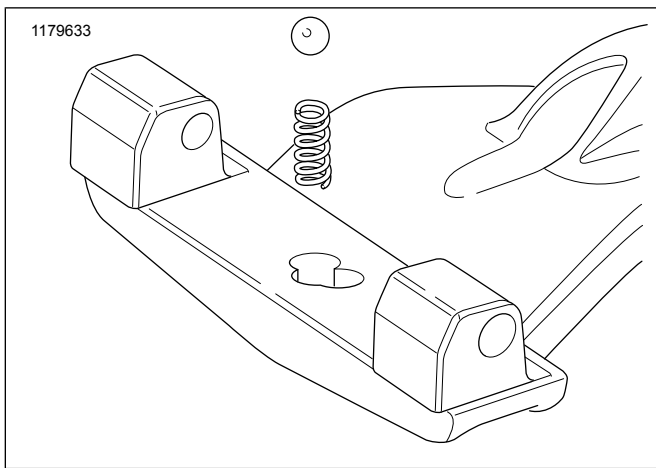

Figura 3. Installazione di sfera e molla
5. Vedere Figura 3. Inserire la molla nel foro di ritenuta nel sostegno della pedana. Appoggiare la sfera sopra la molla.